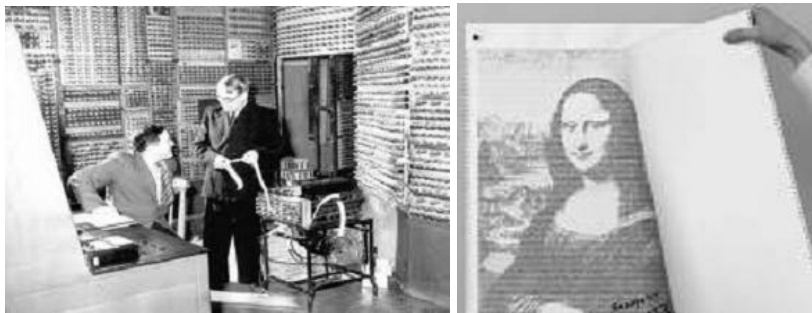

Рис. 4 . Пример картины великого Леонардо Да Винчи – Джоконда. Правда, изображенная при помощи старой вычислительной машины
**Художественная и рекламная графика** (рис. 4) — ставшая популярной во многом благодаря телевидению. С помощью компьютера создаются рекламные ролики, мультфильмы, компьютерные игры, видеоуроки, видеопрезентации. Графические пакеты для этих целей требуют больших ресурсов компьютера по быстродействию и памяти.